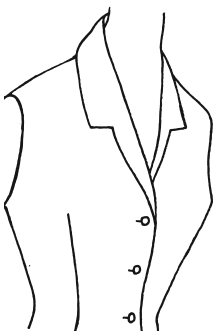

Рис. 442
6. Цветным карандашом на том же тренировочном воротнике наметьте контур линии отлета воротника, как вы его видите на рис. 442.